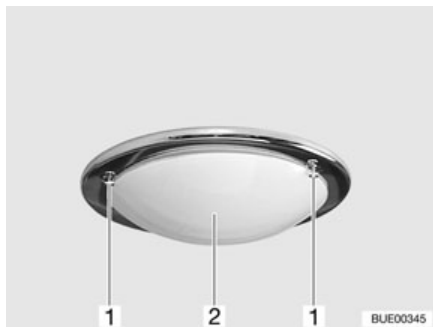

Fig. 183 Lámpara de techo
- Soltar los tornillos (Fig. 183,1) y quitar la cubierta de vidrio (Fig. 183,2) con precaución.